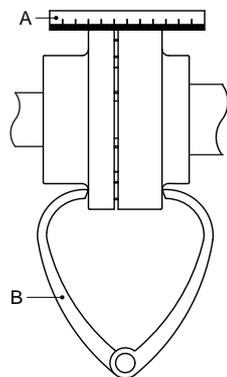

Abbildung 4: Ausrichten der Kupplung mit Hilfe eines Lineals und einem Außentaster.
Ein Lineal (A) auf die Kupplung legen: dieses muss beide Kupplungshälften über die ganze Länge berühren (siehe Abbildung 4).
Dieselbe Kontrolle an beiden Seiten der Kupplung und in Höhe der Welle durchführen. Zur Sicherheit wird die Kontrolle auch noch mit einem Außentaster (B) an zwei diagonal gegenüberliegenden Punkten der Seitenflächen der Kupplungshälften durchgeführt (siehe Abbildung 4).